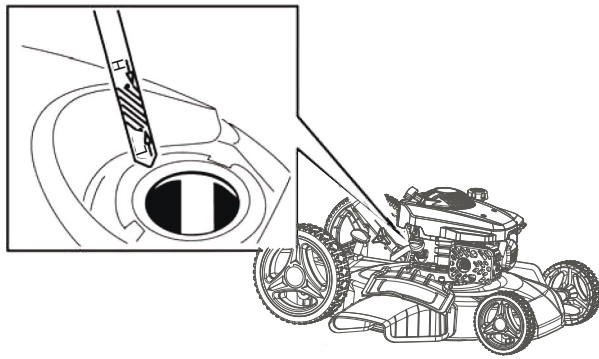

рис. 5
2. Снова извлеките щуп и проверьте уровень масла (рис. 5). Если уровень масла на щупе низкий, залейте масло через маслосазливную горловину до верхнего диапазона на щупе. Не переливайте масло. Максимальный объем: 0,45 л.